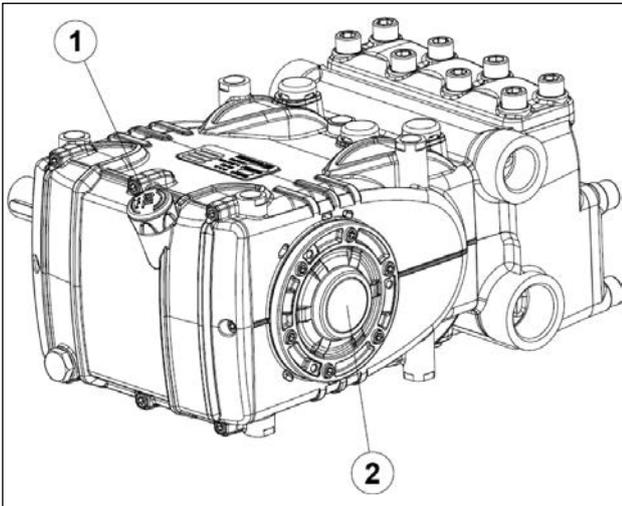

图14
5. 利用专用检测杆(图14, 位置①)检测的泵浦护门的油料必须足够, 通过液面检视孔(图14, 位置②)进行检查除外。